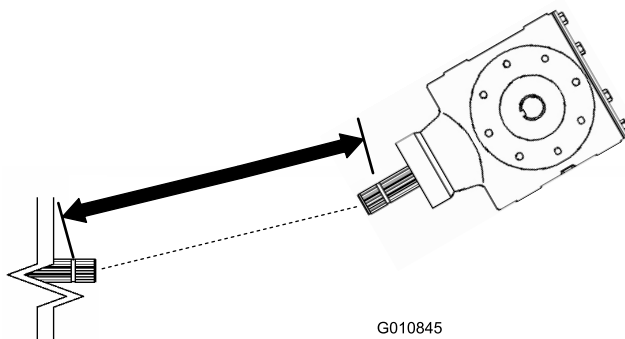
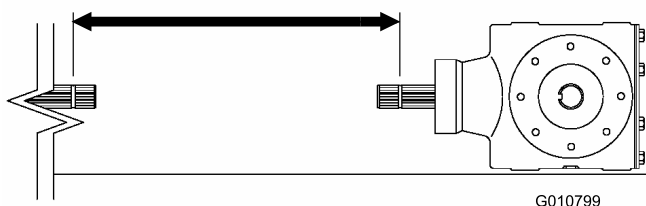
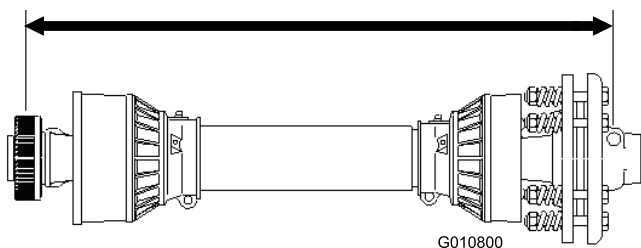

Figure 12
Figure 14
Figure 15
3. Mesurez la distance entre la gorge de verrouillage à l'extrémité de l'arbre de PDF du tracteur et la gorge de verrouillage sur l'arbre de PDF de réducteur de l'aérateur (Figure 12). Notez cette distance. Exemple : 67 cm.
5. Mesurez la distance entre la gorge de verrouillage à l'extrémité de l'arbre de PDF du tracteur et la gorge de verrouillage sur l'arbre de PDF de réducteur de l'aérateur (Figure 14). Notez cette distance.
6. Sur l'arbre de PDF, mesurez la distance entre le centre de la bille de la goupille de blocage à une extrémité et le centre de la goupille de blocage à l'autre extrémité (Figure 15). Notez cette distance.
7. Utilisez la plus petite des deux mesures obtenues à la Figure 14 et la Figure 12, et ôtez-la de la distance obtenue à la Figure 15. Exemple : 81 cm moins 67 cm égale 14 cm.